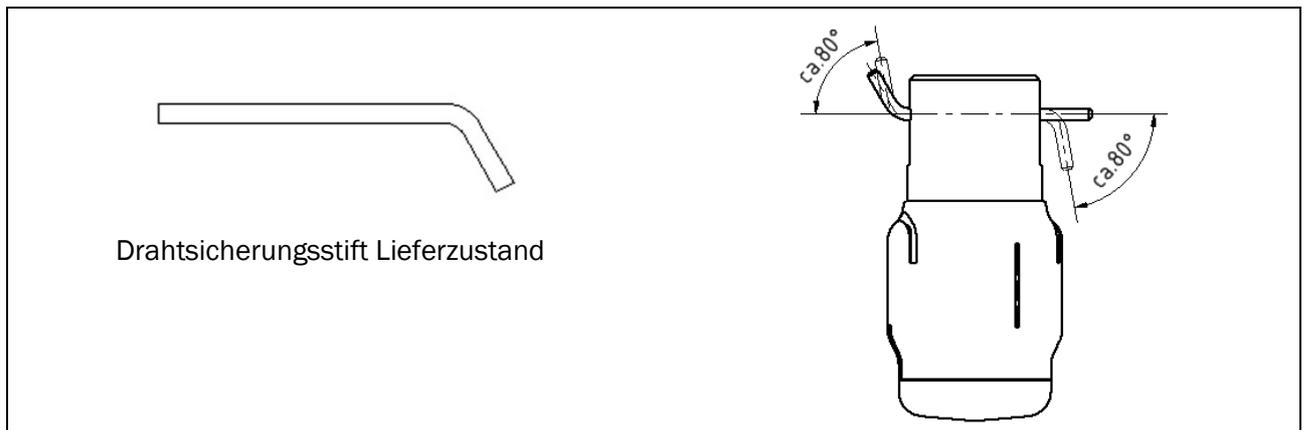

Abbildung 5.2-3: Montage Clipon
1. Achse (1) über die Downpipe schieben und drehen, bis die Clip-Bohrungen in der Downpipe mit den Clip-Bohrungen in der Achse (1) übereinstimmen.
2. Drahtsicherungsstift (5) bis zum Anschlag durch die Bohrungen in Downpipe und Achse (1) stecken.
3. Gerades Ende des Drahtsicherungsstiftes (5) mit dem Montage-/Demontagewerkzeug für Sicherungsstift 2,4 mm um mindestens 45° umbiegen (siehe Abbildung 5.2-3: Montage Clipon). Bei Verwendung anderer Mittel zum Biegen muss eine Beschädigung der Stiftoberfläche verhindert werden.